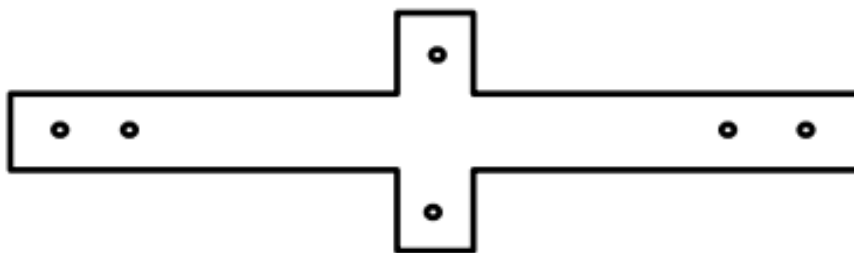

Рис. 1. Крепёжный элемент
**Изготовьте крепёжный элемент для гипсокартонных панелей (рис. 1).**